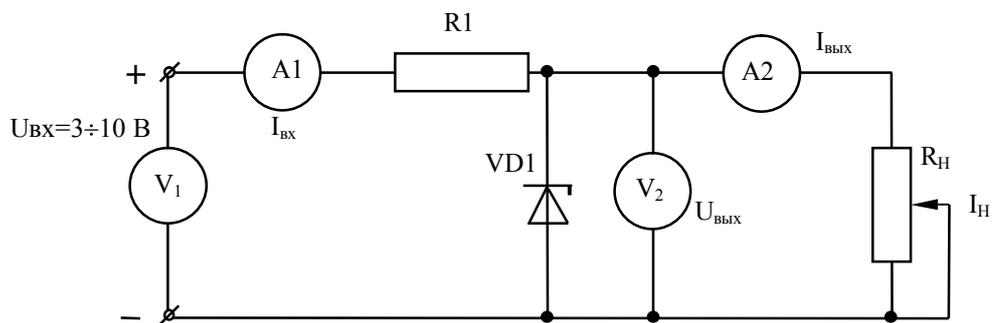

Рис. 2. Схема для изучения характеристик стабилизатора на стабилитроне.
1. Собрать схему диодного стабилизатора (рис. 2) (Вольтметр V1- вольтметр блока питания; V2, A1, A2- мультиметры).